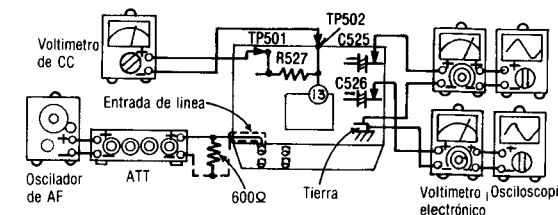

Fig. 13
1. La conexión del equipo de prueba se muestra en la Fig. 13.